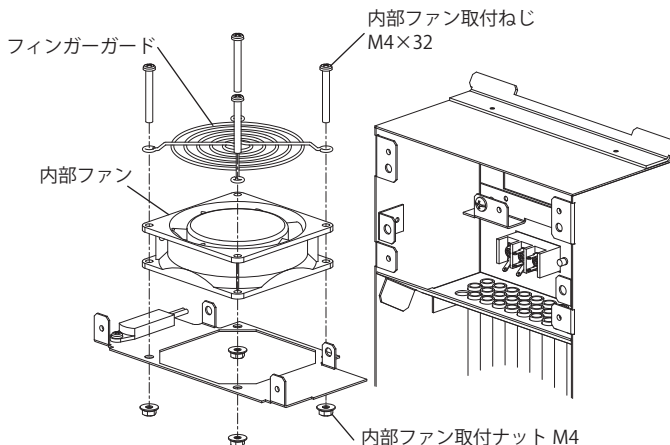

図 8
3. 内部ファン取付ねじ M4×32 (4 カ所)、取付ナット M4 (4 カ所)、フィンガーガードを取り外し、内部ファンを外してください。(図 8)